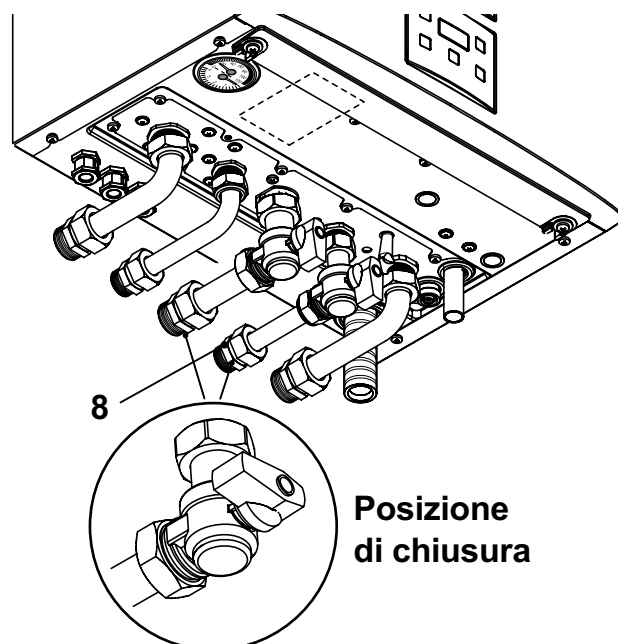

Figura 9.5
- Chiudere il rubinetto 8 (Figura 9.5) di entrata dell'acqua sanitaria.